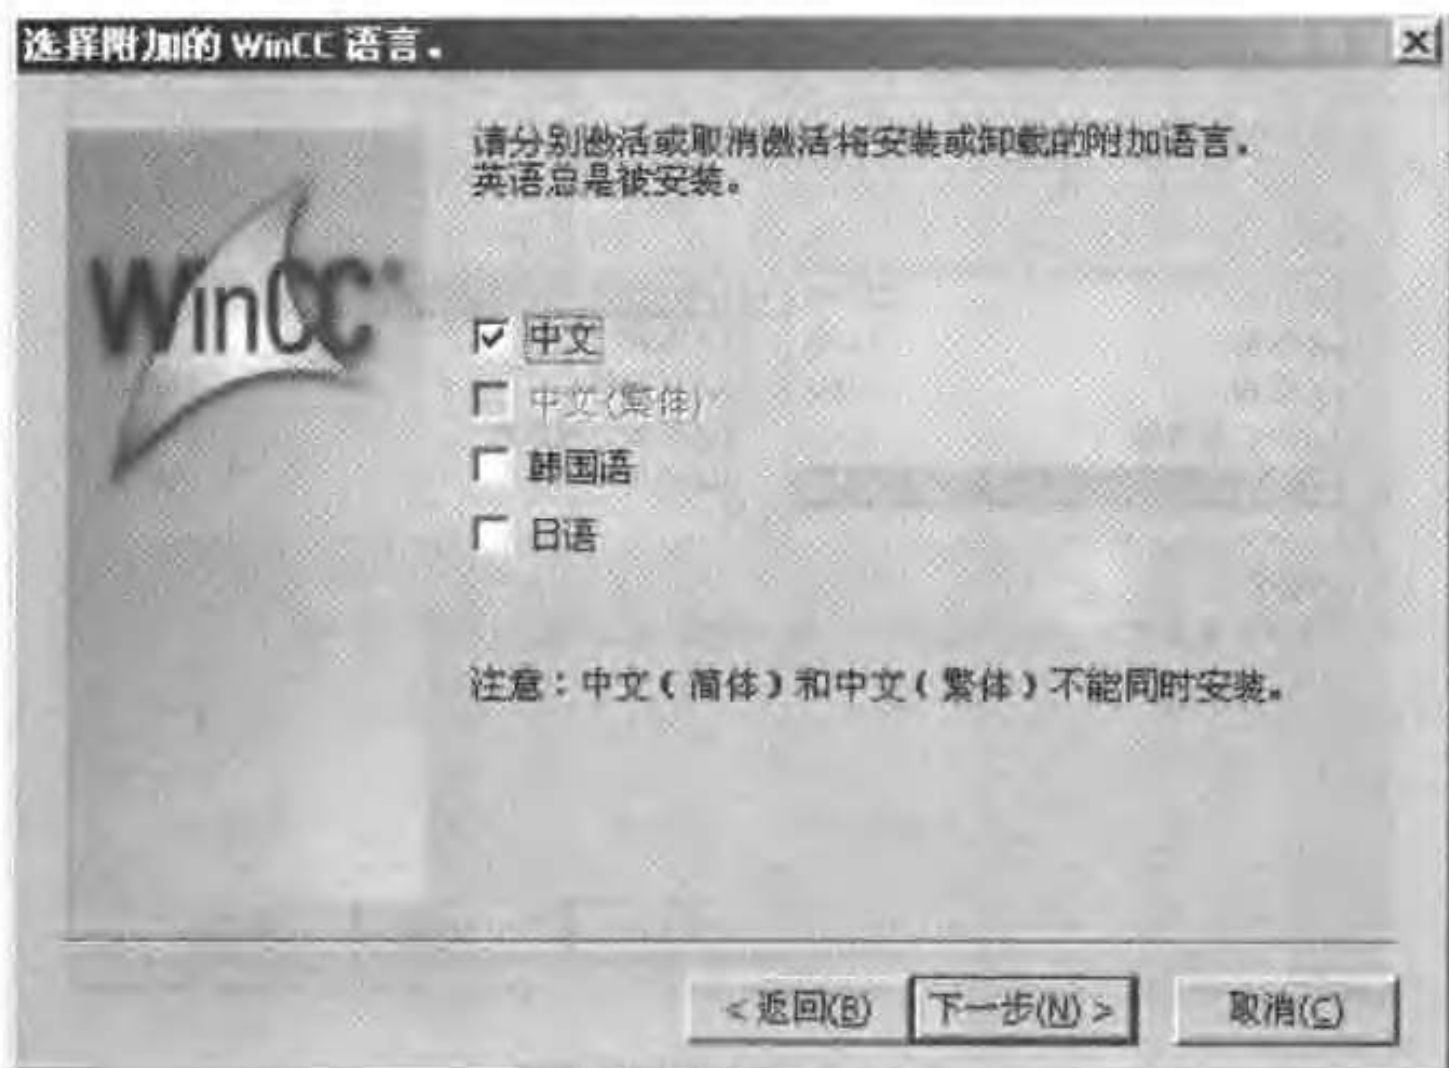

图 2-5 选择安装语言
- 在“选择安装路径”对话框中，选择 WinCC 的目标文件及公共组件的安装路径，选择单击“下一步”，如图 2-5 所示。